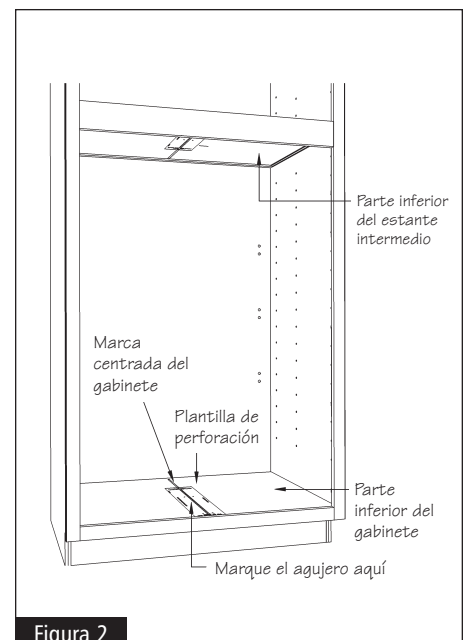

Figura 2
**4** Con un punzón para marcas (lezna), marque el centro de los agujeros para montar la ranura inferior. Repita este paso en el caso de la ranura superior de la parte inferior del estante intermedio. Vea la figura 2.